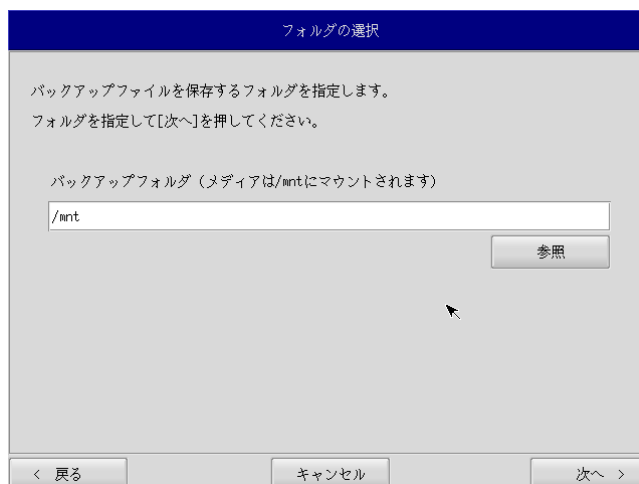

図 6-3-2. フォルダ選択画面
- ⑥ フォルダ選択画面（図 6-3-2）が表示されます。[参照]ボタンを押します。